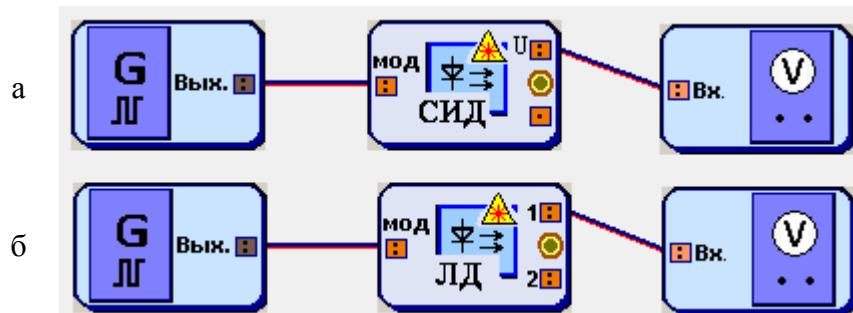

Рис. 7.1. Схемы исследования ВАХ ИИ: а – СИД, б – ЛД
Схемы исследования представлены на рис. 7.1. Объектами исследования являются ИИ – светоизлучающий диод (СИД) и лазерный диод (ЛД).
1. Соберите схему со светоизлучающим диодом (СИД), показанную на рис. 7.1а.
7. Повторите исследование для лазерного диода (ЛД). Для этого соберите схему на рис. 7.1б и выполните п.п. 2–6.